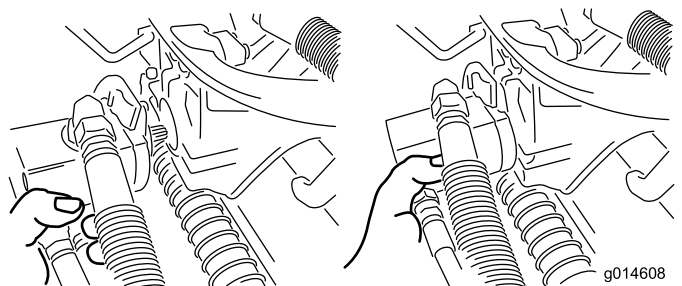

図 52
3. 外したモータは、サスペンションアームの前端にある一時保管位置にセットしておく(図 52)。